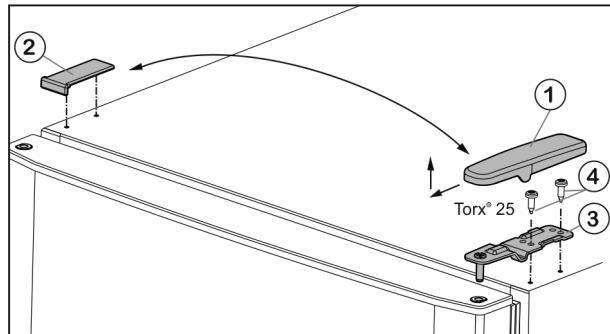

Fig. 5
- ▶ Потяните крышку Fig. 5 (1) вперед и вверх.
- ▶ Снимите крышку Fig. 5 (2).
- ▶ Открутите верхний опорный кронштейн Fig. 5 (3)(2 шт. Torx® 25) Fig. 5 (4) и поднимите вверх.
- ▶ Установите верхний опорный кронштейн Fig. 5 (3) на новой стороне шарнира и защелкните в дверце.
- ▶ Привинтите верхний опорный кронштейн (**с моментом 4 Нм**) (2 шт. Torx® 25) Fig. 5 (4). При необходимости используйте аккумуляторный шуруповерт.
- ▶ Наденьте и защелкните крышку Fig. 5 (1) на противоположной стороне снаружи.
- ▶ Та же наденьте сверху и защелкните крышку Fig. 5 (2) на противоположной стороне.